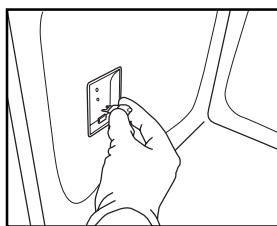

Fig. 6
4. Cambie la bombilla (consulte la nota sobre el tipo de bombilla) (Fig. 6).